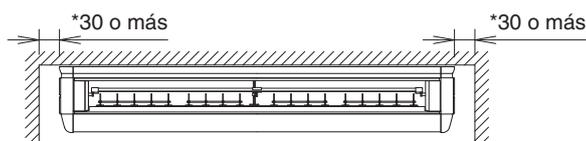
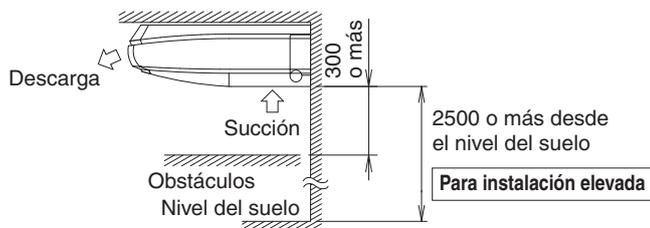

Fig. 1
Fig. 2
(1) Seleccione un lugar de instalación que cumpla con las siguientes condiciones y tras obtener la aprobación del cliente.
- Un lugar en donde haya espacio suficiente para realizar las tareas de instalación y mantenimiento. (Refiérase a la Fig. 1 y Fig. 2)